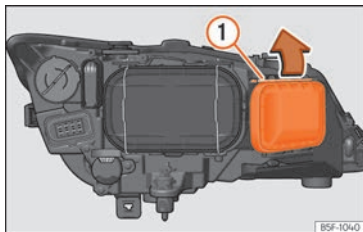

Fig. 109 Lámpara de luz intermitente.
- Desplace el tirante »» **fig. 109** (1) en el sentido de la flecha y saque la tapa.